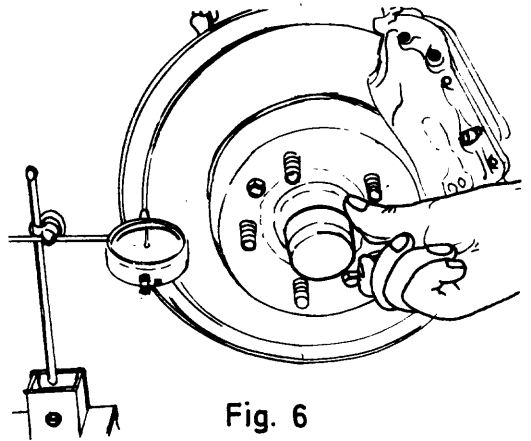

Fig. 6
- e Controle el estado de la superficie del disco, observando que no esté rayada, cristalizada o descentrada (fig. 6).